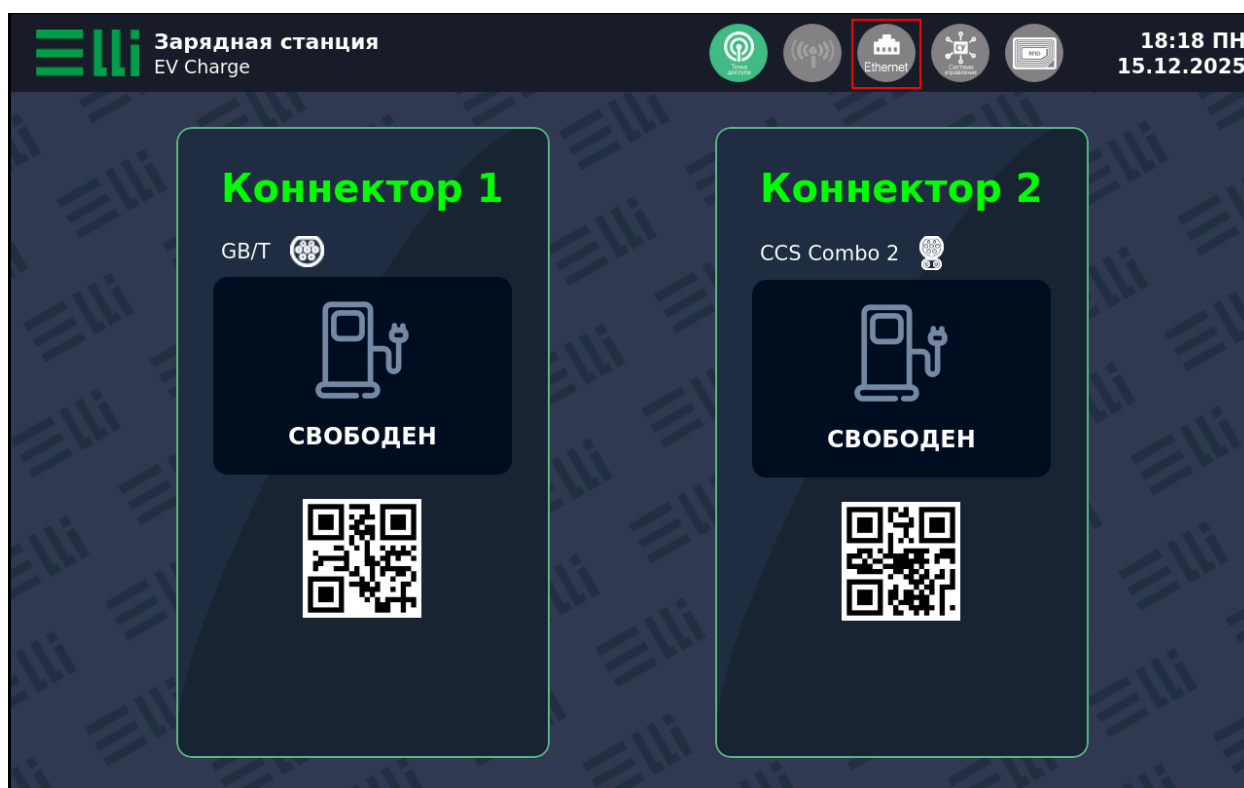

Рисунок 9. Вид основного экрана управления панели оператора с неактивным индикатором Ethernet-соединения
3.4. Отключить Ethernet-кабель между панелью оператора и ПК, проверить отсутствие индикатора Ethernet-соединения на экране панели оператора (рисунок 9).